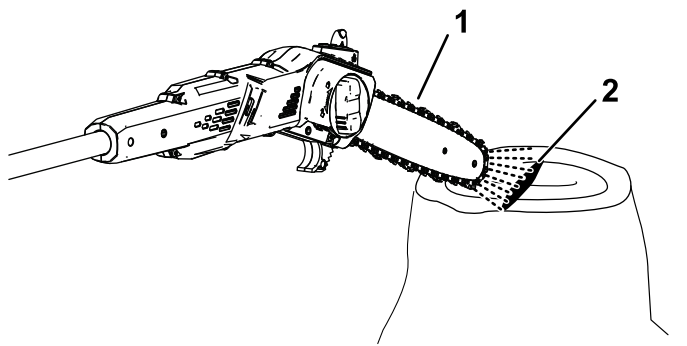

Figura 16
2. Para asegurarse de que el aceite fluye hasta la cadena, coloque la punta de la sierra de pértiga a unos centímetros de una superficie (por ejemplo, papel, cartón, un tocón) y arranque la sierra de pértiga; debe poder ver una pulverización ligera de aceite en la superficie (Figura 16).